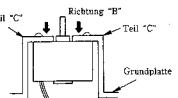

Abb. 9
- Wenden Sie bei dem Austausch des DC Motors (D2) keine zu große Gewalt in Richtung "B" an. Wenn Teil "C" der Grundplatte verborogen wird, wird dadurch die Abstaltung ungenau. (Abb. 9)